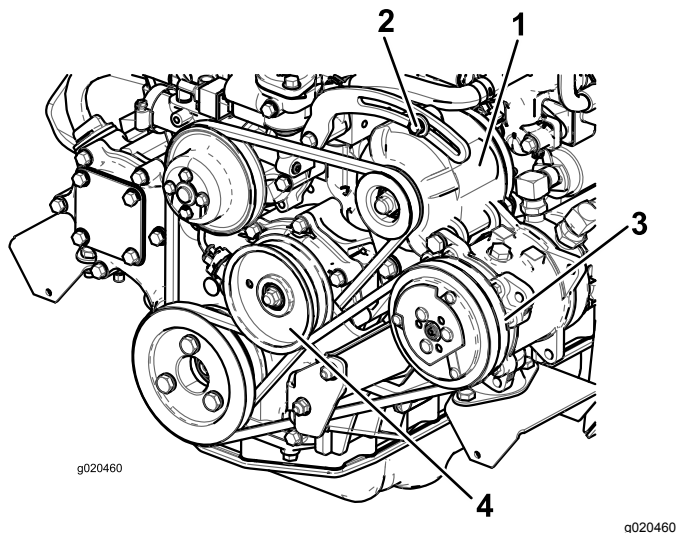

Figura 74
Si la desviación no es de 10 mm, afloje los pernos de montaje del alternador (Figura 74).
2. Si la desviación no es de 10 mm, afloje el perno de montaje de la polea tensora (Figura 74).